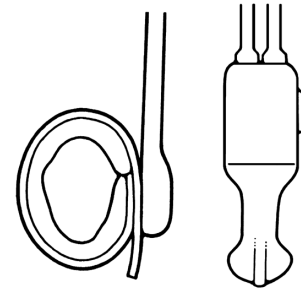

Abbildung 4-38. Pumpenballon kurz zusammendrücken
1. Pumpenballon mehrmals kurz zusammendrücken, um die gesamte Flüssigkeit aus der Manschette zu entfernen (**Abbildung 4-38**).